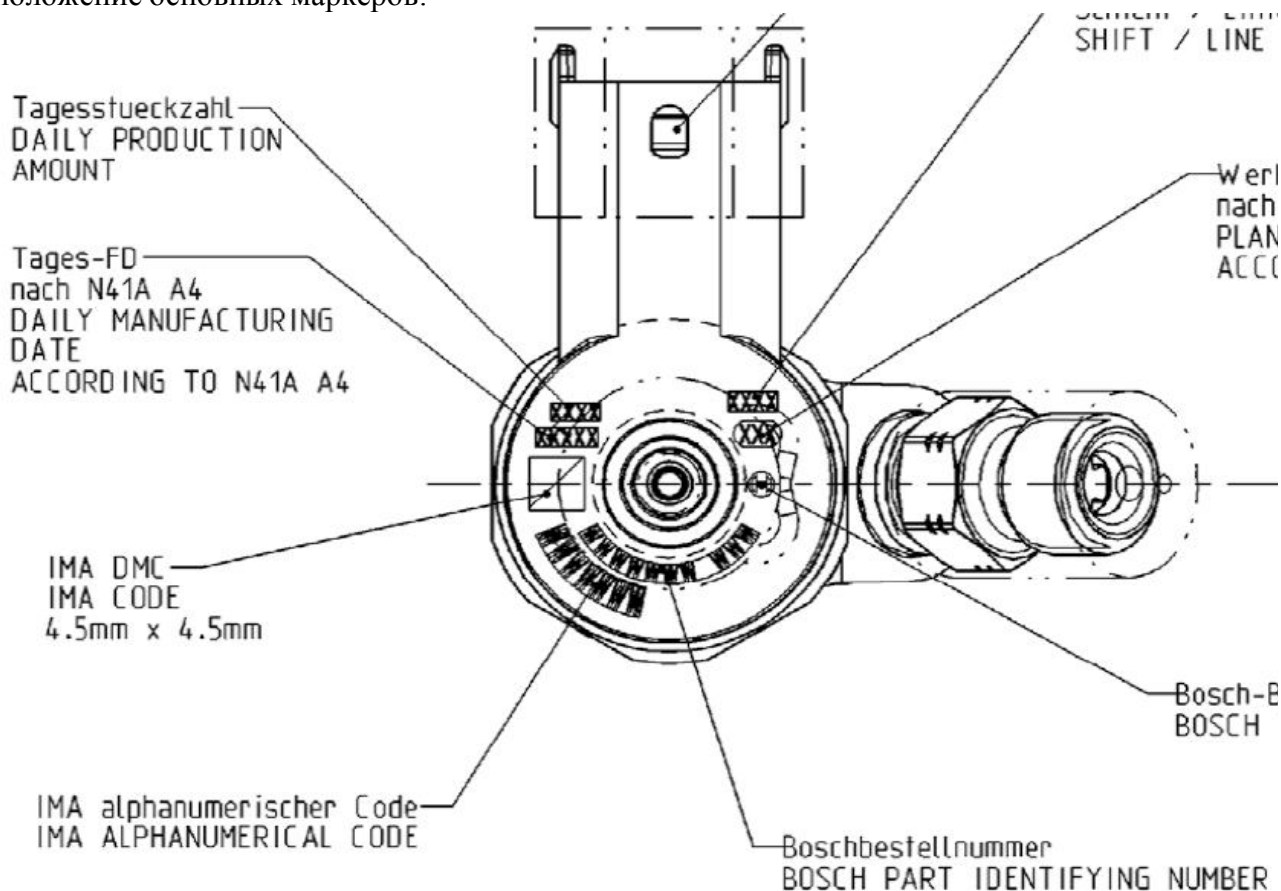

Рис. 1. Форсунка дизельная (вид сверху).
4. Выбрать мышью операцию «Коды/Паспорт», активировать процедуру «Паспорт», щелкнув мышью на нижнем поле «Паспорт». Сверить считанный IMA-код с кодом, нанесённым на корпусе форсунки (рис. 1).